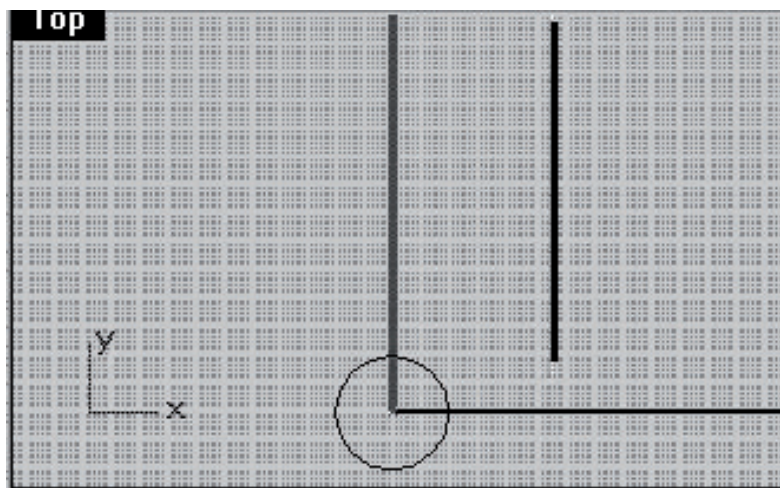

Рис. 46. Построение круга
1. Строим круг (Rhino Command Circle) радиусом 10 шагов решетки для пропорционального вида цепи (рис. 46).
2. Вам нужно знать, какая длина у круга, чтобы корректно вписать в него нашу цепь и звенья без деформаций. Для этого нажимаем правой кнопкой мыши на круг, построенный в первом шаге примера, и вводим в командной строке `Rhino Command Length`. Rhino напишет, что длина равна 62,833. Перемещаемся в правый верхний угол вида сверху и строим линию, длину скругляем до 63 (`Rhino Command: Polyline`). Самый простой способ построить линию — это после ввода `Polyline` кликнуть на окно вида сверху и ввести 63, затем нажать `Enter`. Так будет построена необходимая линия (*вертикальная линия на рис. 46*).